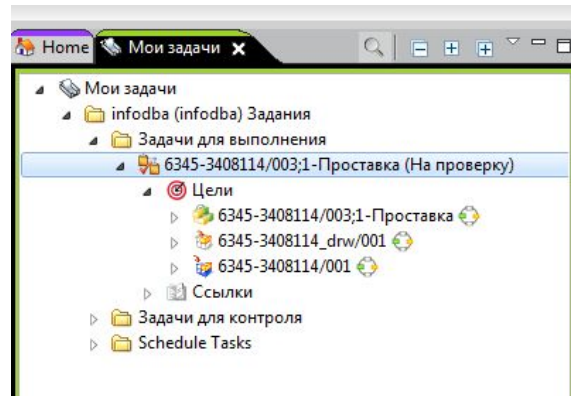

Рис. 49
9. Для **Проверяющих**. Объекты необходимые к проверки отображаются в **Цели** (рис.49).